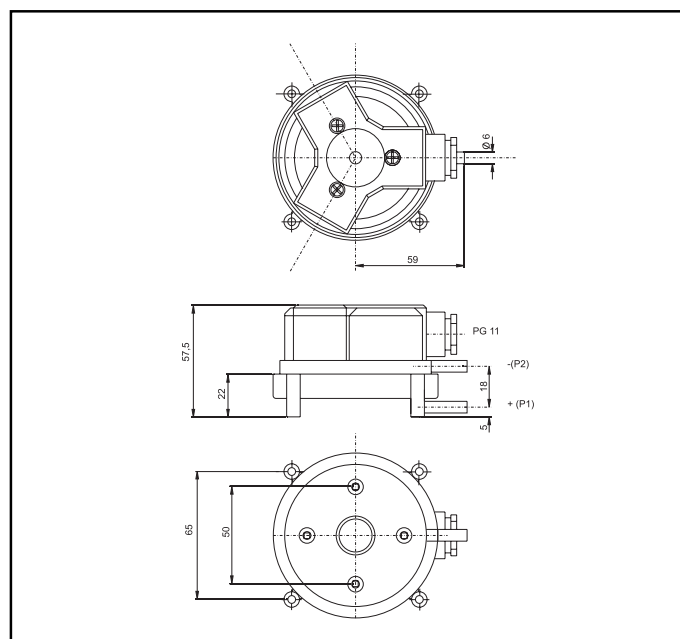

Figura 1 / Figure 1
- Contenitore (figura 1): 85 x 56 mm